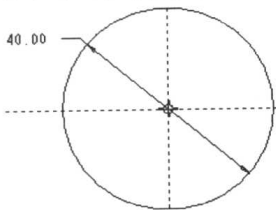
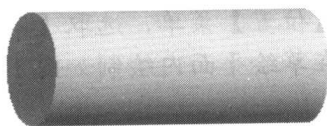

图1-9 草绘剖面
图1-10 生成的拉伸实体
(1) 新建名为“roll_shaft”的零件文件。
(2) 在右工具箱中单击  按钮打开设计图标板，在设计界面空白处单击鼠标右键，在弹出的快捷菜单中选取【定义内部草绘】选项打开【草绘】对话框。选取基准平面 TOP 作为草绘平面后单击鼠标中键，使用缺省参照放置草绘平面进入草绘模式。
(3) 在草绘平面内绘制如图 1-9 所示的剖面后退出草绘界面，设置拉伸方式为双侧对称，拉伸深度为 100.00，最后创建的拉伸实体特征如图 1-10 所示。